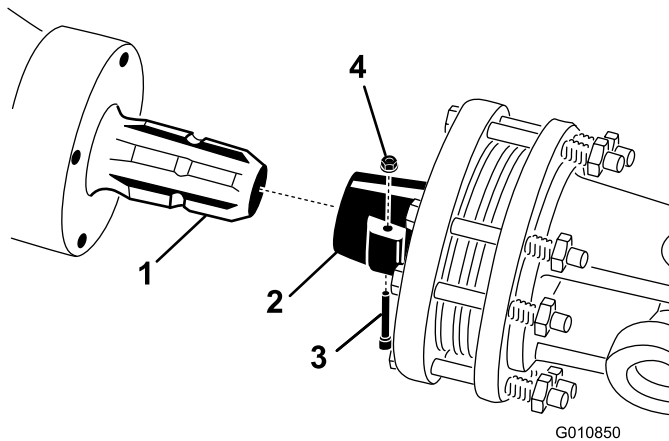

Bild 19
- Entfernen Sie den Stift und die Mutter von der Zapfwelle (Bild 19).
- Schließen Sie das Kupplungsende der Zapfwelle mit dem vorher entfernten Stift und der Mutter an der Eingangswelle des Aerifizierergetriebes an (Bild 19). Der Stift kann nur in einer Richtung eingesetzt werden.